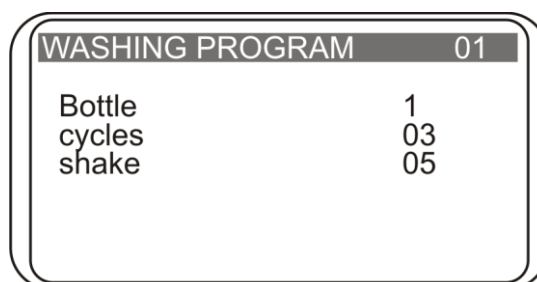

Fig. 7. Messaggi relativi al programma operativo
- 4.16. Durante il funzionamento, viene visualizzato il numero di cicli ancora da effettuare (fig. 7). Se per l'operazione in corso è previsto il monitoraggio temporale (immersione, agitazione), allora viene visualizzato anche il tempo trascorso.